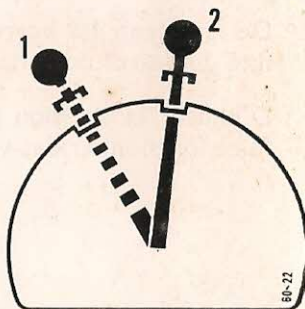

FIG. 13
La manette de commande se positionne dans l'une ou l'autre des encoches du secteur en (1) ou (2) fig. 13.